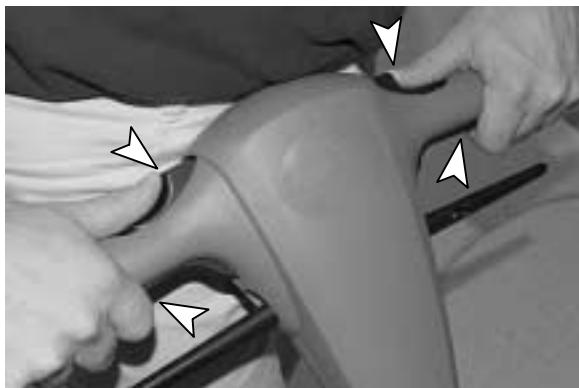

FIG. 12
5. Pour commencer le brossage, maintenez fermement la poignée, abaissez le levier de verrouillage de sécurité et tirez sur les leviers On/Off. Une fois que la machine démarre, relâchez le levier de verrouillage de sécurité (Figure 12).